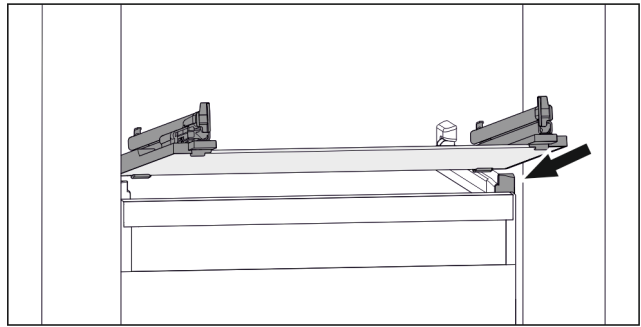

Fig. 79 Примерно изображение на стъклената плоча
- ▶ Поставете стъклената плоча под ъгъл зад ограничителите. (виж Fig. 79)